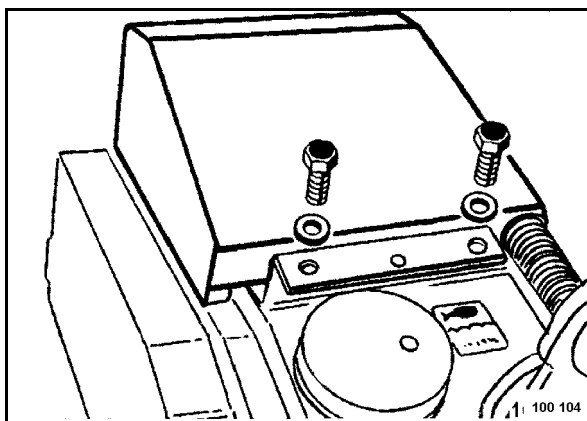

рис. 56
- Вывинтить крепежные винты (рис. 56) кожуха и откинуть крышку.